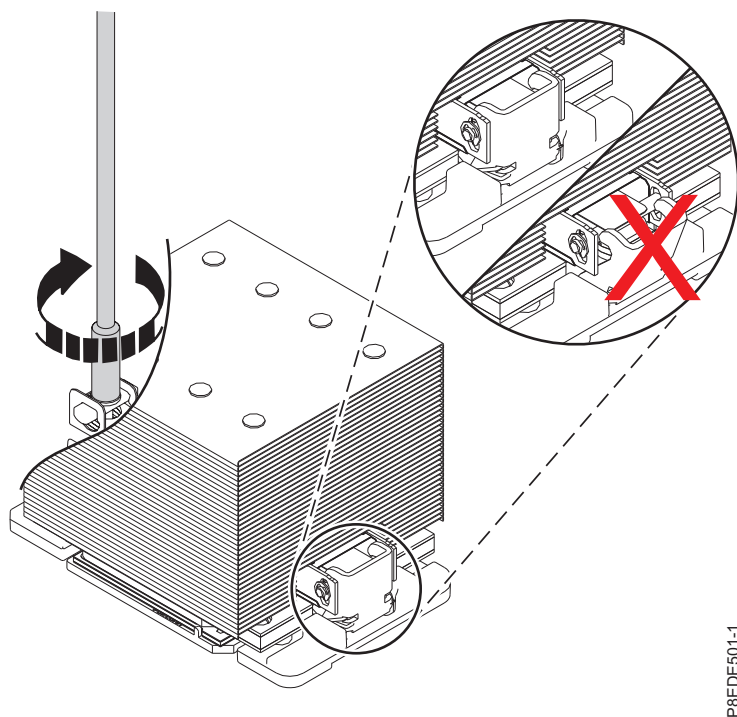

図 19. ヒート・シンクの固定
注: ロード・アームが固定されていない場合は、ロードねじを締めながら、ロード・アームを手作業でヒート・シンクに固定する必要があります。 21 ページの図 19 を参照してください。
- a. ヒート・シンクをシステム・プロセッサ・モジュールに配置する際に、ヒート・シンクの両側にあるヒート・シンク・ロード・アームが固定されます (21 ページの図 19 を参照)。